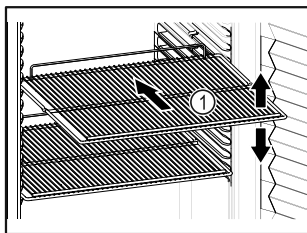

Fig. 56
- Ha a tároló rácsok Fig. 56 (1) áthelyezhetők, akkor igazítsa be őket a kívánt magasságnak megfelelően.